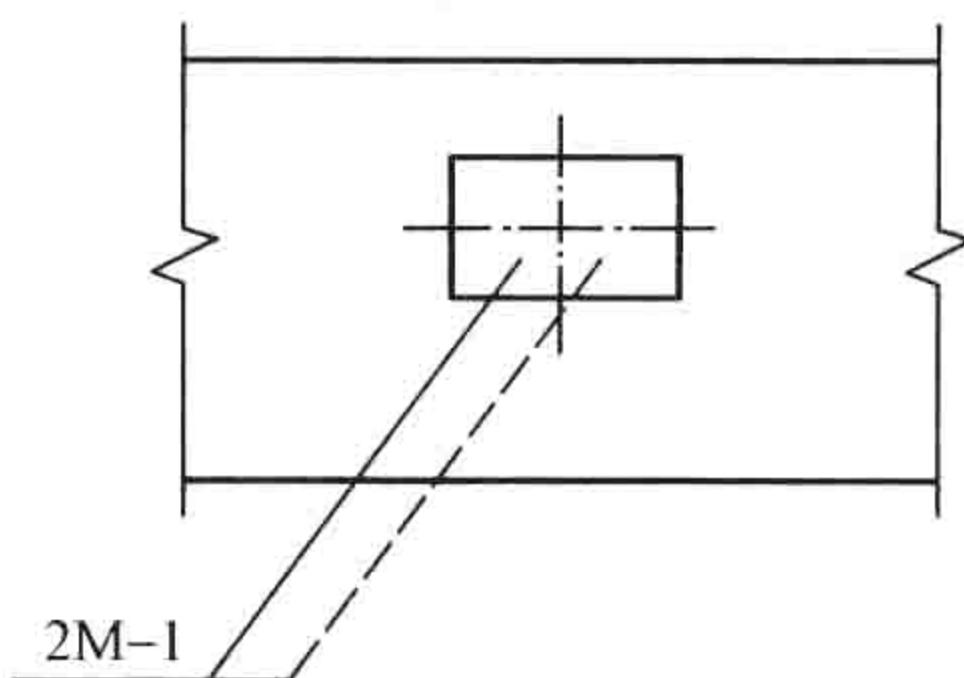

图 1-2 同一位置正、反面预埋件相同的表示方法
② 在混凝土构件的正、反面同一位置均设置相同的预埋件时，可按图 1-2 的规定引出线为一条实线和一条虚线并指向预埋件，同时在引出横线上标注预埋件的数量及代号。